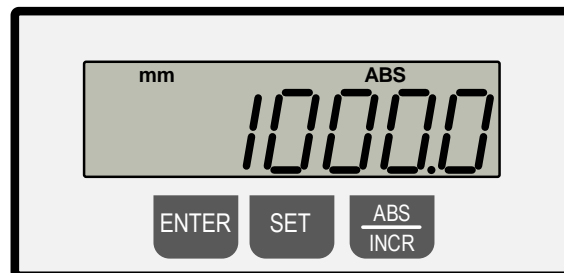

Abbildung 3: Beispiel für hinterlegtes Referenzmaß
- Die Tasten **ENTER + SET** gleichzeitig gedrückt halten → Das in der Anzeige hinterlegte Referenzmaß erscheint. In unserem Beispiel ist es der Wert „1000,0 mm“ (siehe ⇒ Abbildung 3).
- Die Einstellung ist abgeschlossen (siehe ⇒ Abbildung 3).
Zur Kontrolle die Tasten **ENTER** + **SET** gleichzeitig gedrückt halten → Das neue Eichmaß „1150,0 mm“ erscheint im Normalbetrieb (siehe → Abbildung 3).